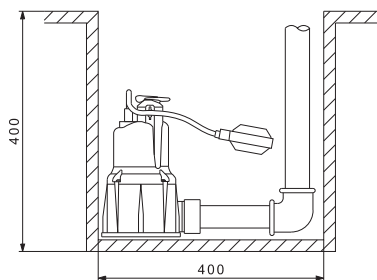
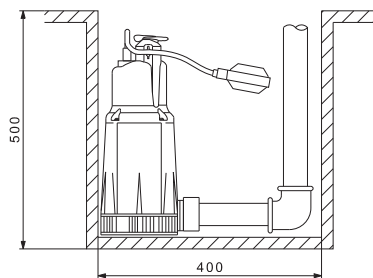

Рис. 4 Минимальные размеры приемки для насоса КРС 300 А
Рис. 5 Минимальные размеры приемки для насоса КРС 600 А
- Для исполнения, поставляемого с поплавковым выключателем, необходимо убедиться в том, что вся система поплавкового выключателя может свободно перемещаться. Обеспечить такие минимальные размеры приемки, которые соответствовали бы рис. 4 и рис. 5.
Монтаж	Как для стационарного, так и для мобильного применения, но только в вертикальном положении. Для КРС: минимальные размеры пряжка см. рис. 4 и 5